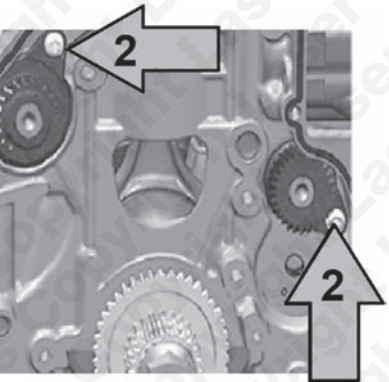

Fig. 2
- Remover os parafusos (2) que prendem os suportes de fixação do eixo de equilíbrio – consultar a Fig. 2.